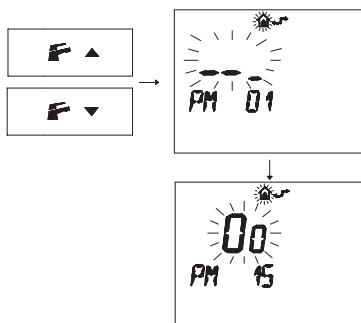

Figura 5.27
- Premere i pulsanti **F** o **F** per visualizzare la programmazione "**PM15**" abilitazione della sonda esterna (Figura 5.27).